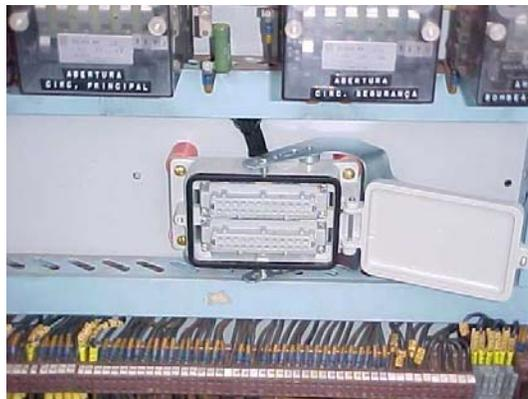

FIGURA 01
2.1.1 - Instalação em todos os disjuntores, de uma tomada múltipla blindada de 48 contatos (fêmea), com capacidade de 16 A, e 380 V, ver Figura 01, onde se concentrariam todos os 33 pontos de coleta de dados.